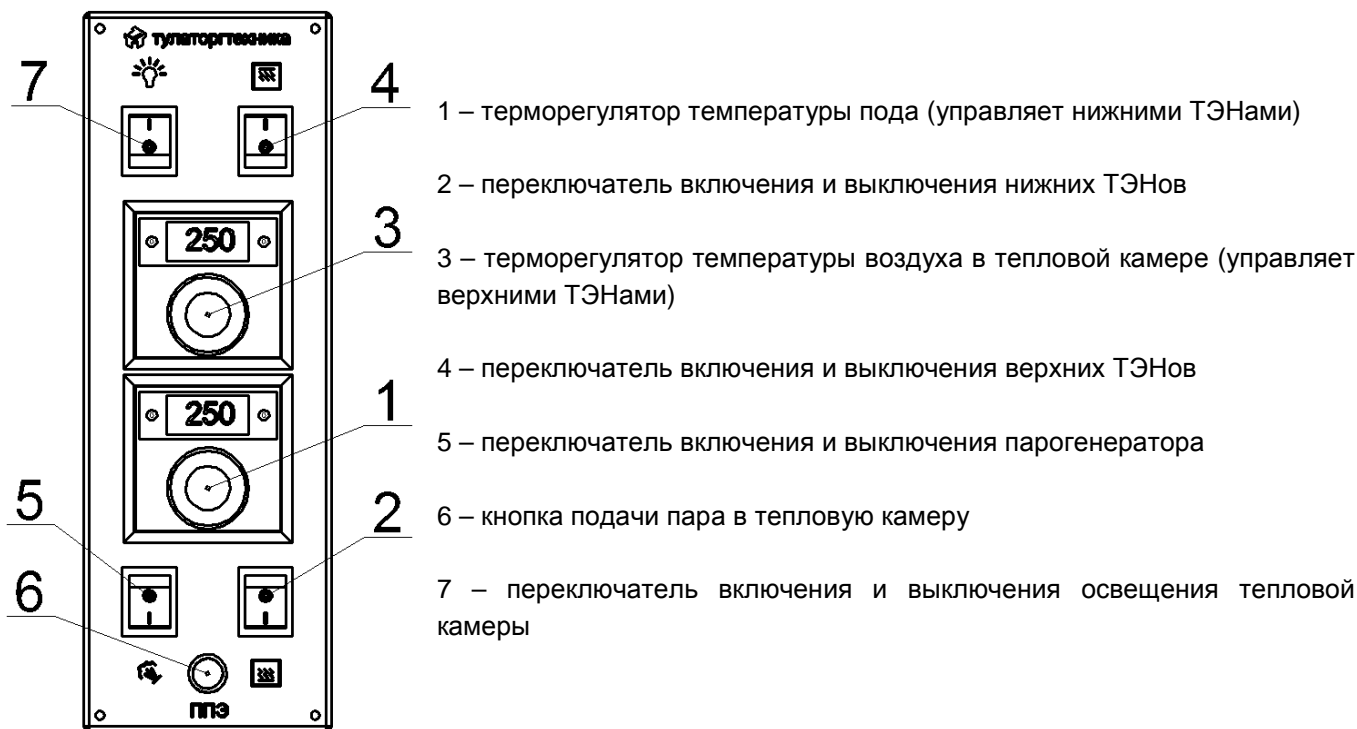

Рис.2
Для использования пара в процессе выпечки, необходимо включить парогенератор переключателем 5 (рис.2) – далее по тексту «переключатель 5». После включения парогенератора, кнопка подачи пара 6 (рис.2) – далее по тексту «кнопка 6», будет мигать 8 раз и, после паузы 10 секунд, продолжит мигать непрерывно, что указывает на работу парогенератора в режиме нагрева. Время нагрева парогенератора до рабочей температуры, после включения, составляет ≈ 25...30 минут, в это время подача пара в камеру невозможна.
Режимы работы кнопки подачи пара (рис.2, поз.6)
В любой момент времени, Вы можете отключать и включать нижние или верхние ТЭНы клавишами 2 и 4, рис.2.
Для образования, в конце процесса выпечки, «корочки» на поверхности заготовок, возможно использовать верхние ТЭНы в режиме «гриль» - для этого установите на лимбе терморегулятора 3, рис.2 температуру  $300\text{...}350^{\circ}\text{C}$ , включите клавишу 4, рис.2 и дайте верхним ТЭНам поработать до образования на заготовках «корочки» необходимого цвета.
9.3 Установите на лимбах терморегуляторов (поз.1 и 3, рис.2) температуру, предусмотренную технологией приготовления продукта.
9.4 Включите клавишами (поз.2 и 4, рис.2) необходимые Вам ТЭНы, а клавишей (поз.5, рис.2) включите парогенератор.
9.7 На нужном Вам этапе подайте пар в тепловую камеру печи, нажав на кнопку (поз.6, рис.2).
9.9 После окончания работы выключите клавишами (поз.2, 4 и 5, рис.2) нижние и верхние ТЭНы и парогенератор, отключите автоматические выключатели и перекройте перекрывающий вентиль или шаровой кран на линии подключения парогенератора к системе водоснабжения.
10.4.1 Термодатчик терморегулятора (рис.2, поз.1) нижних ТЭНов установлен непосредственно в подовый камень, со стороны дверки. Доступ к термодатчику через окно, закрытое крышкой, в нижней панели под дверкой. Что бы снять термодатчик, необходимо отвернуть гайку М6 (ключ на 10), снять фиксатор термодатчика и вынуть термодатчик из отверстия в поде.
10.4.6 Термодатчик терморегулятора (рис.2, поз.3) верхних ТЭНов установлен в верхней части тепловой камеры, справа. Что бы снять термодатчик, необходимо отогнуть фиксатор провода термодатчика и аккуратно удалить его из камеры через отверстие в верхней части правой боковой стенки камеры. Для доступа к фиксатору провода верхнего датчика необходимо снять правую панель (поз.6, рис.1 или рис.1.1), вывернув 4 винта.